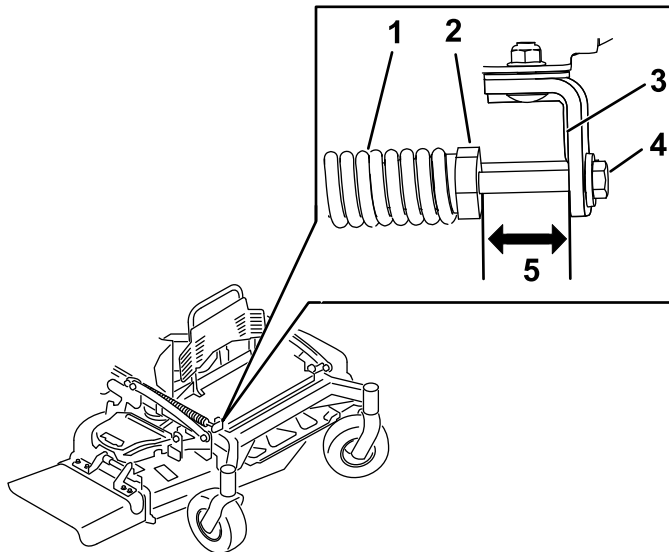

Bild 92
2. Prüfen Sie den Abstand zwischen der Federmutter und der Rückseite der geschweißten Befestigungshalterung (Bild 92).
3. Achten Sie darauf, dass die Länge zwischen 47 mm und 50 mm liegt, wie in Bild 92 dargestellt.
4. Stellen Sie ggf. den Abstand ein, indem Sie die Schraube an der Vorderseite der Befestigungshalterung einstellen (Bild 92).